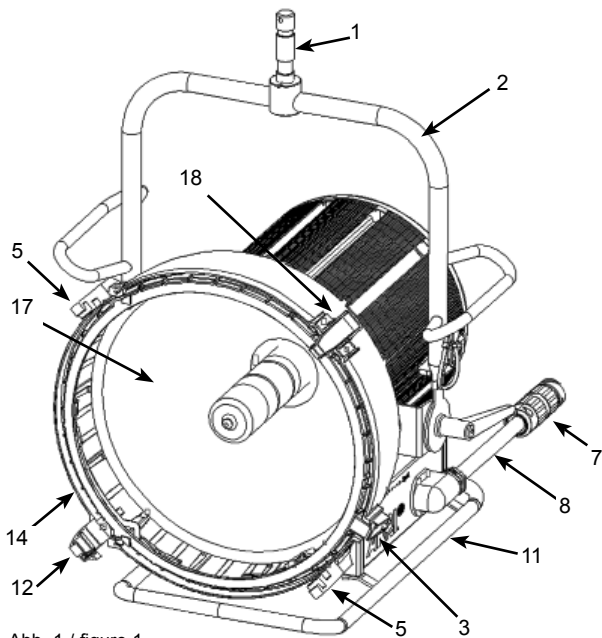

Abb. 1 / figure 1
- Scheinwerfer nicht ohne UV-Sicherheitsglas (17/Abb.1) und Reflektor (24/Abb.7) betreiben!
- Do not switch on the lamphead without UV protection glass (17/fig.1) and reflector (24/fig.7)!
- UV-Sicherheitsglas (17/Abb.1) für optimale Lichtausbringung. Bitte befolgen Sie die Mindestabstände zu Personen. (siehe Typenschild)
- Lampenfassung (28) passend für GX38 -Lampensockel.
- Betriebsstundenzähler (10).
- Zubehör: Flügeltor (A), Scrims (B), Streulichrahmen (C)